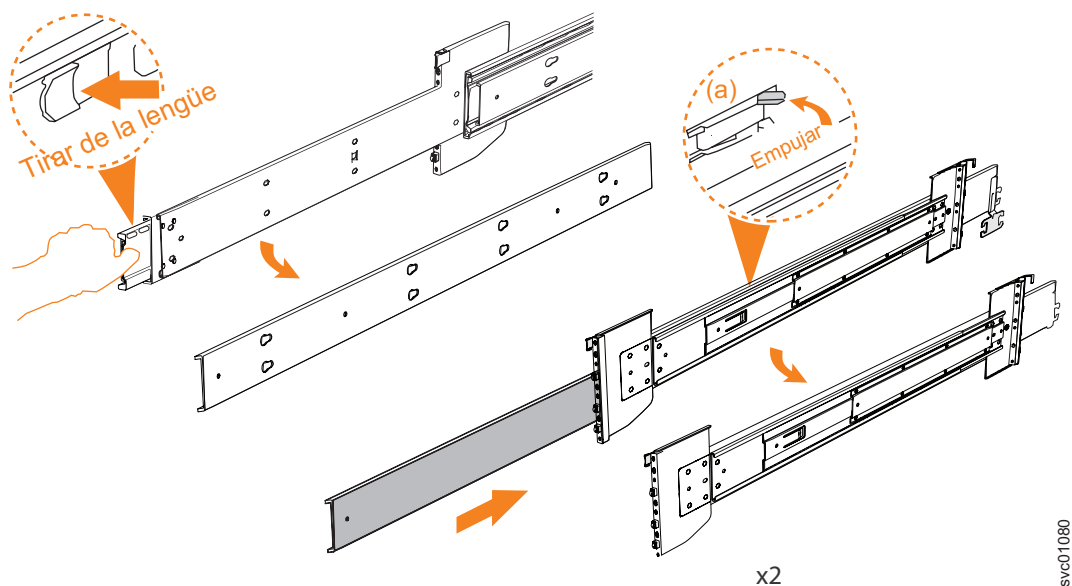

Figura 55. Desconectar la sección del riel interno
3. Extraiga el miembro interno del riel. Empuje la pestaña (**a**) y deslice hacia atrás el miembro de riel medio, como se muestra en la Figura 55 en la página 67.